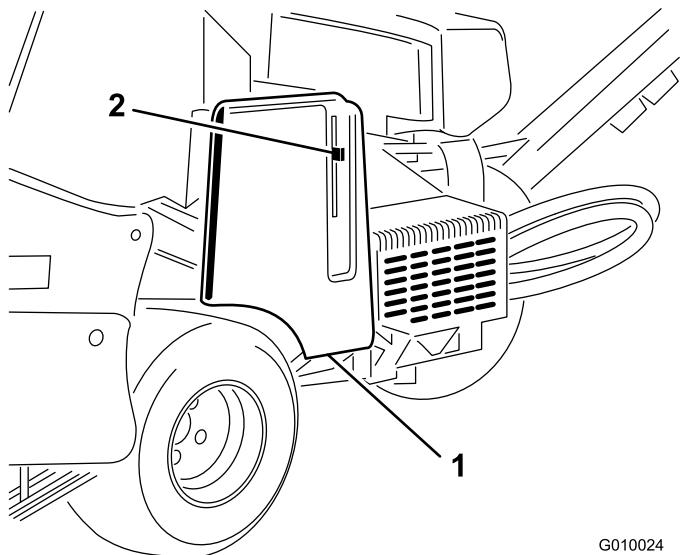

Figura 60
2. Destranque e retire a cobertura da correia (Figura 60).